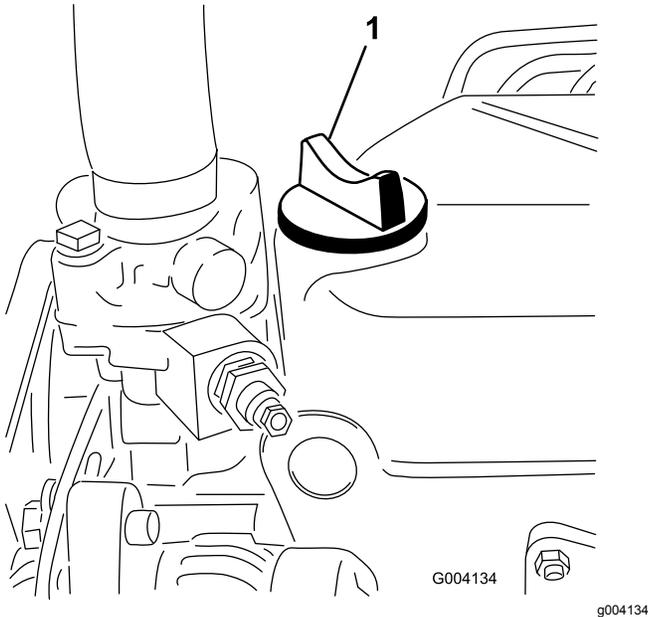

Figura 48
- Se o nível de óleo se encontrar abaixo da marca FULL (cheio) da vareta, retire a tampa de enchimento (Figura 48) e adicione óleo até que o nível atinja a marca FULL (cheio).